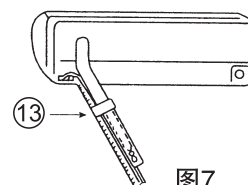

图7
(1) 当要把铜管从后面引出时，将铜管、排水管和连接电缆一起用附件⑬胶带绷紧。(图7)